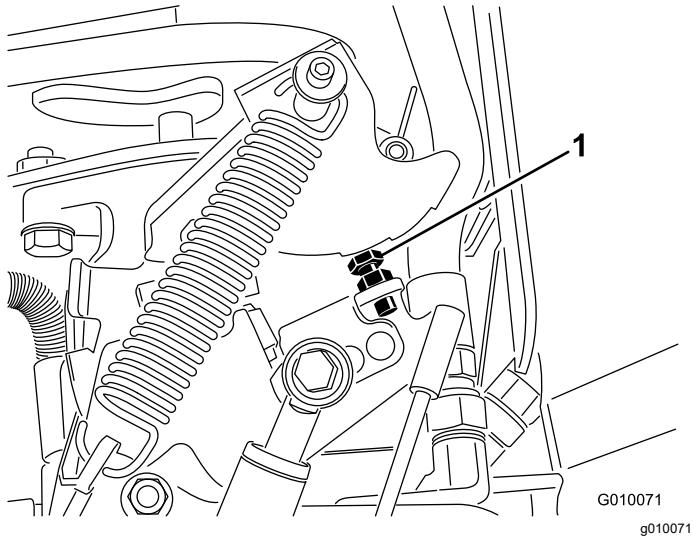

Bild 70
6. Wenn die Einstellung verstellt werden muss, drehen Sie die Pumpenanschlagschraube (Bild 70) mehr zur Anschlagsplatte, um den Lochabstand zu verringern, oder drehen Sie die Anschlagschraube von der Anschlagplatte weg, um den Lochabstand zu erhöhen.